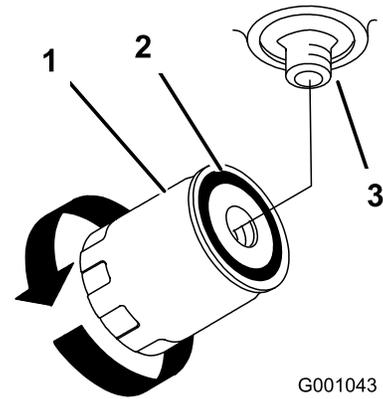

Bild 48
9. Drehen Sie den Ölfiler nach rechts, bis die Gummidichtung den Anbaustutzen berührt. Ziehen Sie ihn dann um eine weitere 1/2 Umdrehung fester (Bild 48).